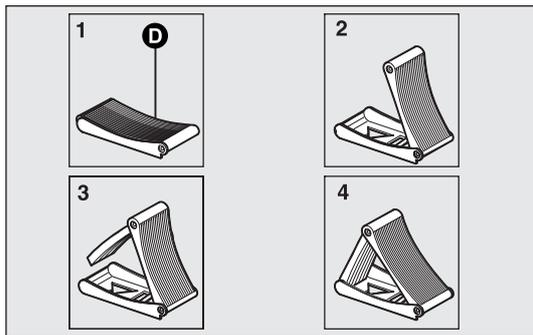

fig. 134a
- extraiga la cuña D de la bolsa de herramientas y ábrala en forma de libro de acuerdo con el esquema de la fig. 134a;